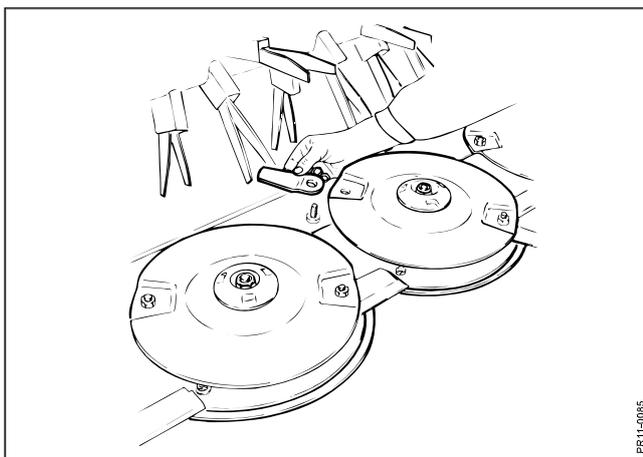

Fig. 5-12
**Fig. 5-12** Um ein zufriedenstellendes Arbeitsergebnis zu erreichen ist es wichtig, dass Messer und Gegenschneide in Ordnung und scharf geschliffen sind. Der Messerwechsel wird durchgeführt, indem der Messerbolzen abmontiert und von unten aus der Scheibe herausgezogen wird. Dieses geschieht am besten mit dem Messer in vorderer Stellung, damit der Bolzen durch das Loch in dem Steinschutz fallen kann. Das alte Messer wird entfernt und das neue Messer wird zusammen mit dem Messerbolzen montiert.